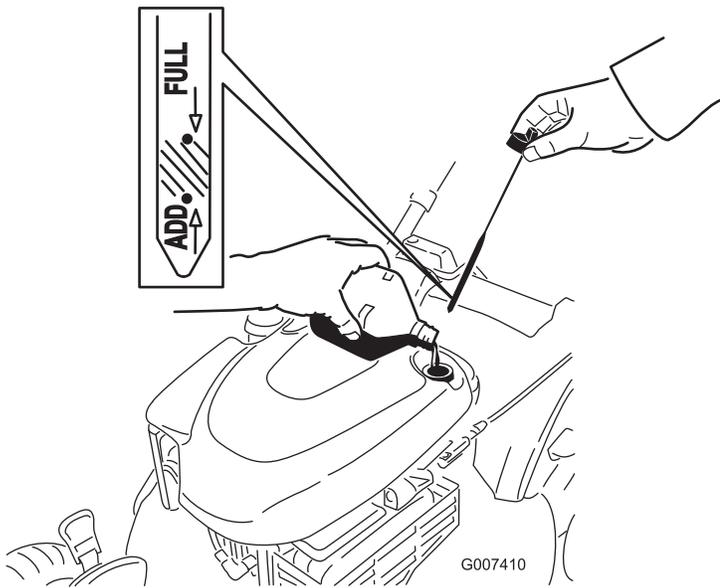

Bild 43
12. Nehmen Sie den Peilstab heraus und lesen den Ölstand ab, siehe Bild 43.